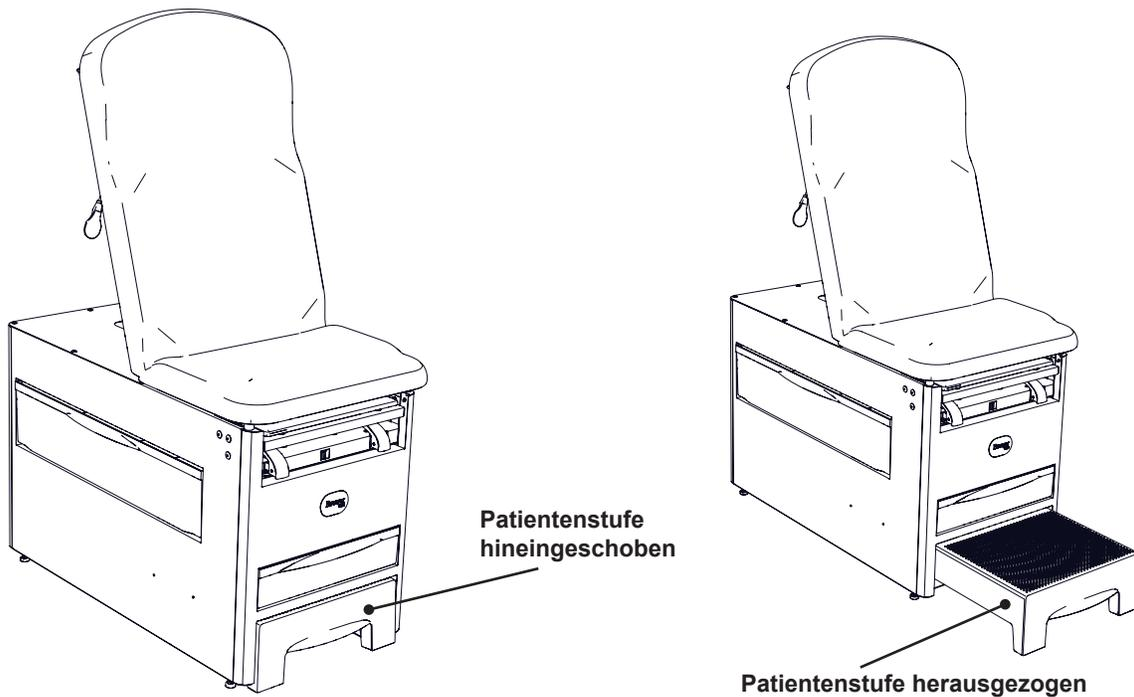

Figure 9. Bedienung der Patientenstufe
1. Legen Sie die Hand oder den Fuß in die Öffnung vorne an der Stufe und heben Sie sie vorsichtig an, während Sie die Patientenstufe vollständig ausziehen (Figure 9).